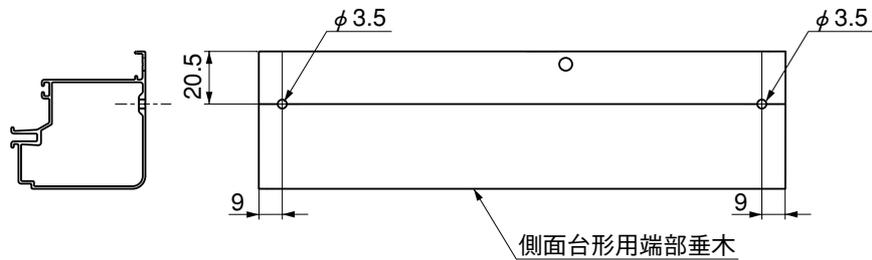

図4-2 側面台形用端部垂木加工図
- ❶ 中間垂木の寸法に合わせて、側面台形用端部垂木を切断してください。
- ❷ 図4-2のように、両端9mmの位置にφ3.5の穴をあけてください。